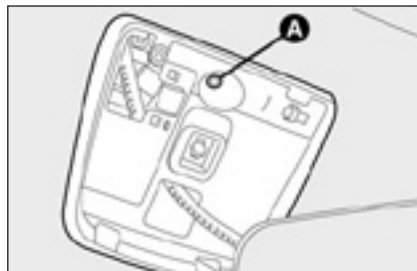

рис. 88
- ☐ поместите ключ в прорезь **A** – **рис. 88** и вращайте его по часовой стрелке, чтобы открыть люк, и против часовой стрелки, чтобы закрыть.